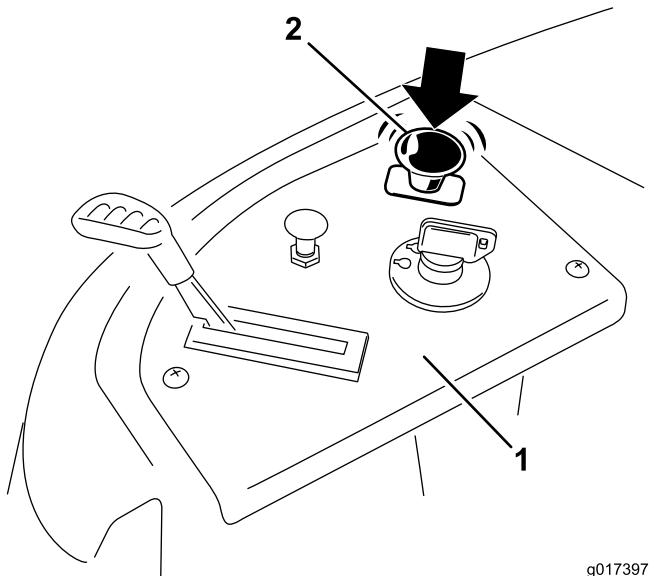

Figura 16
Empurre o interruptor de controlo da lâmina para o mover para posição Off (desligado) e desengatar as lâminas (Figura 16).
- Desengate as lâminas movendo o interruptor de controlo da lâmina para Off (Figura 16).